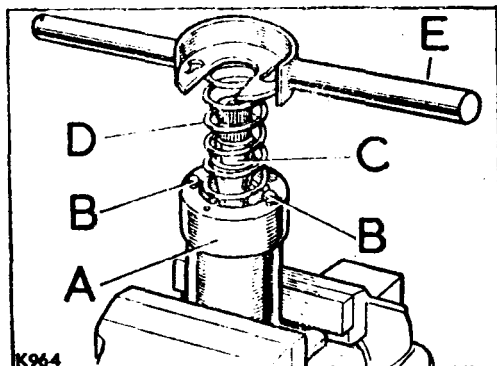

Fig. G1-74.- Muelle dispuesto para su montaje
- 3.5.- Introducir la arandela para el muelle en la caja y colocar los tornillos, B (Fig. G1-74), en la caja, en puntos diametralmente opuestos.